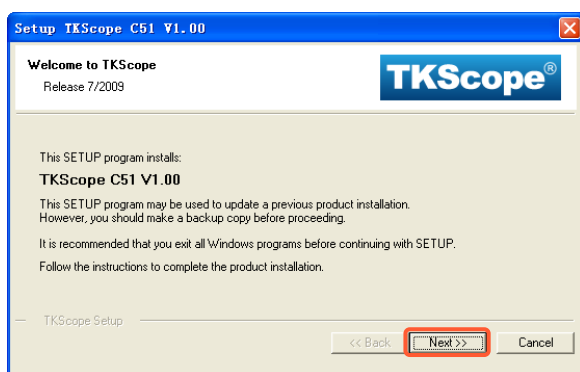
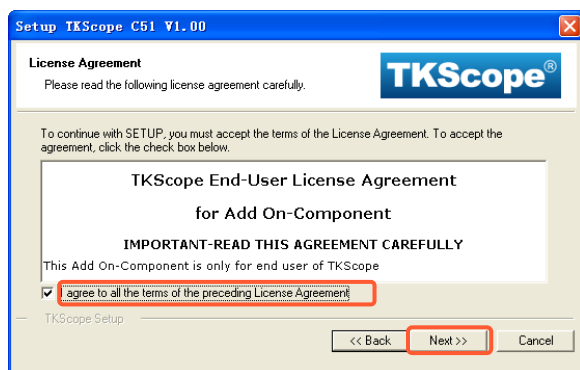

图 2.1 安装驱动提示框
图 2.2 协议许可提示框
- 1 双击 TKScapeSetup_C51.EXE,系统会弹出如图 2.1 所示的对话框。
- 2 点击图 2.1 中【Next】选项,系统会弹出如图 2.2 所示的对话框。选中【I agree to...】,然后点击【Next】进行下一步操作。